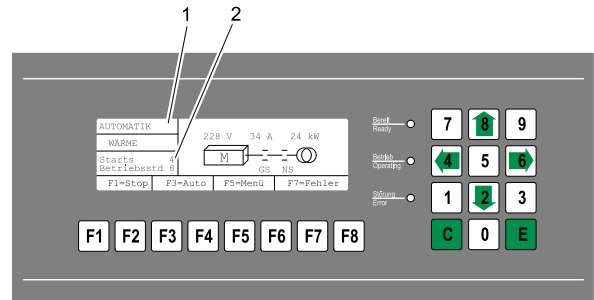

Рис. 4 Считывание часов эксплуатации на дисплее блока управления и индикации модуля БТЭС VITO-BLOC 200
- Считать часы эксплуатации (Рис. 4, поз. 1) и в соответствии с планом техобслуживания своевременно вызвать специалистов по техобслуживанию.